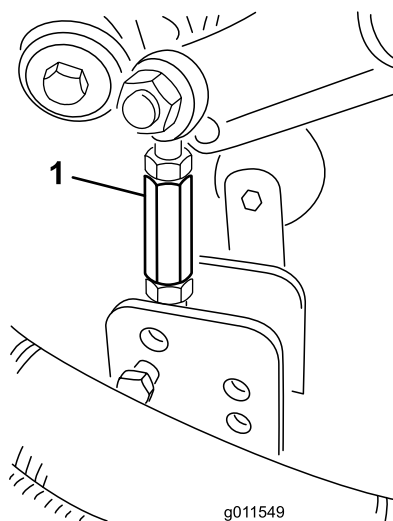

Figura 30
- Togliete le coppiglie ed i perni con testa che fissano le connessioni dell'ammortizzatore alle staffe del piatto di taglio (Figura 30).